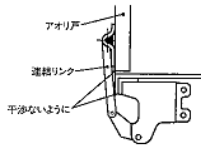

図11
- 連結リンク下端が内側へ入り過ぎていると、連結リンクにアオリ戸や台枠が干渉してしまいます(図11参照)。